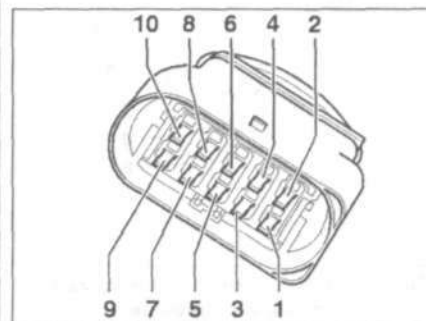

Рис. 6.88. Отсоедините десятиконтактный разъем проводки от датчика (разъем механизма регулировки количества впрыскиваемого топлива на ТНВД).
9. Отсоедините десятиконтактный разъем проводки от датчика (разъем механизма регулировки количества впрыскиваемого топлива на ТНВД) (рис. 6.88).